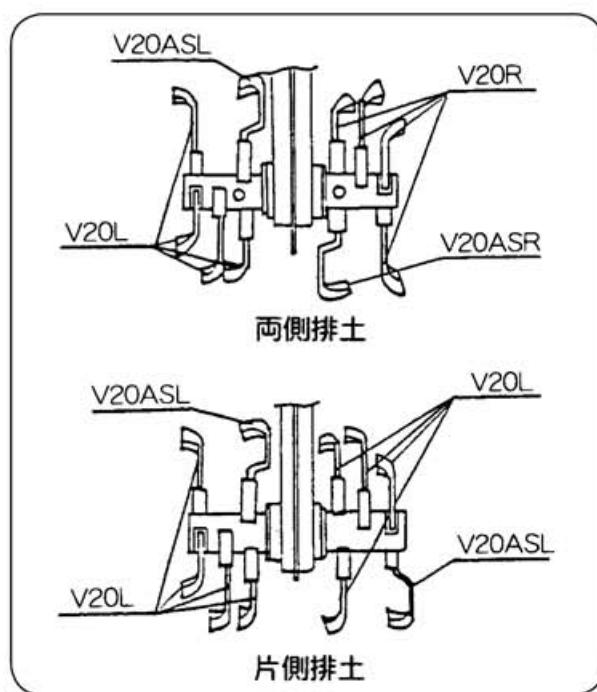

図 52
## (7) 溝堀セット30 (図52)
このセットを使用することにより31cmの溝堀作業ができ、ハウス内のベッド作り片排土を利用して支柱際作業等ができます。耕うん刃の取付けは図52のようにセットしてください。